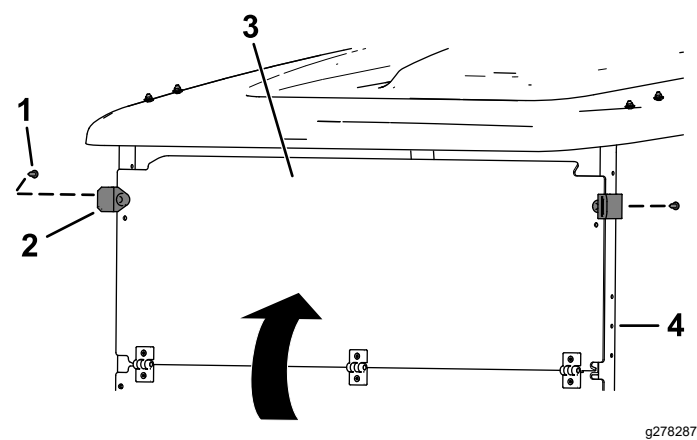

图 2
- 1. 展开风挡并用 2 个橡胶夹和上部孔中的 2 个短塑料铆钉将风挡的上部固定至顶篷支撑管图 2。